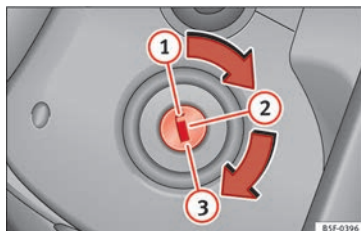

Abb. 165 Positionen des Zündschlüssels
- Drehen Sie den Zündschlüssel auf Position ① »» Abb. 165.
- Ziehen Sie den Zündschlüssel in Stellung ① »» Abb. 165 ab »» ⚠.